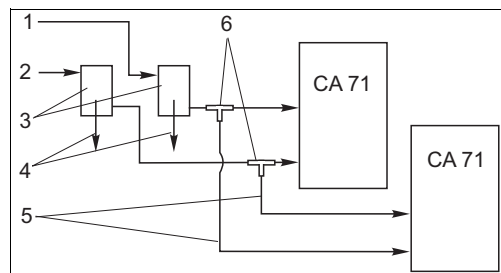

图 15: 安装实例
- 两台分析仪间的距离应尽可能短: 三通和第二台分析仪间的取样管路 (→ 图 15, 部件 2) 的长度应小于 1.5 m